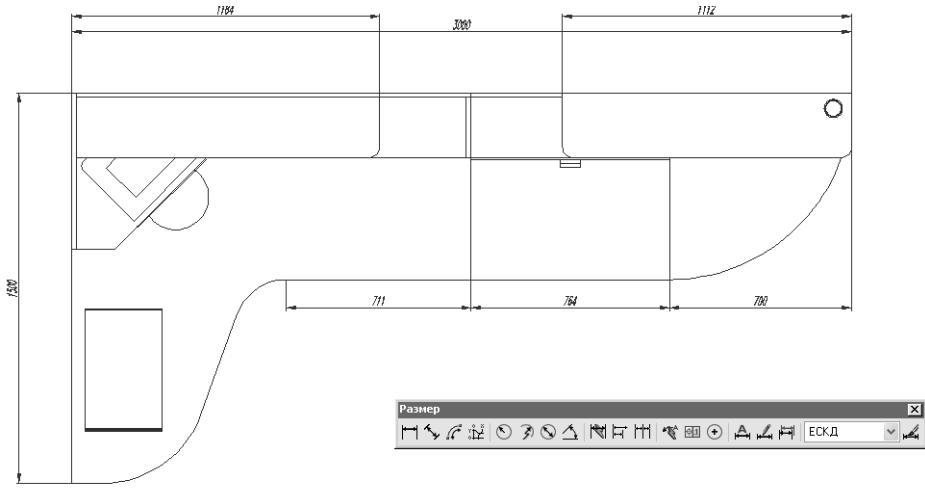

Рис. 11.17 ▼ Два горизонтальных размера, построенных от общей базы с размером 3000 мм
16. AutoCAD создаст размер 1112 мм и предложит задать точку для создания следующего размера от текущей базы. Нажмите **Enter** для переключения в режим изменения базы и выберите левую выносную линию размера 3000 мм. Затем создайте размер для верхней полки рабочего места старшеклассника, после чего нажмите **Enter** два раза, чтобы завершить работу команды **Размербазовый** (DIMBASELINE). Чертеж должен иметь вид, представленный на рис. 11.17.